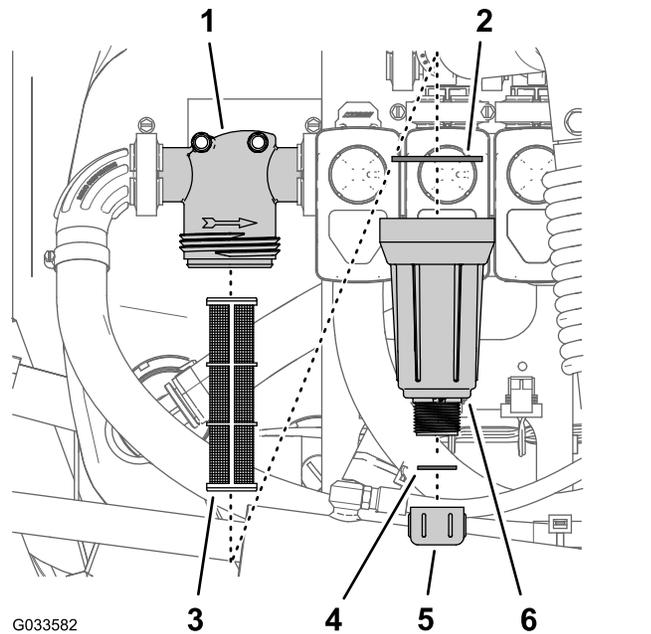

Bild 97
2. Stellen Sie eine Auffangwanne unter den Druckfilter (Bild 97).
3. Drehen Sie die Ablassschraube nach links und nehmen sie von der Glocke des Druckfilters ab (Bild 97).
- Drehen Sie die Glocke nach links und nehmen den Filterkopf ab (Bild 97).
- Entfernen Sie den Druckfiltereinsatz (Bild 97).
- Prüfen Sie die Dichtung für die Ablassschraube (in der Glocke) und die Dichtung für die Glocke (im Filterkopf) auf Beschädigungen und Abnutzung (Bild 97).
- Setzen Sie den Druckfiltereinsatz in den Filterkopf ein (Bild 97).
- Befestigen Sie die Glocke am Filterkopf und ziehen sie mit der Hand an (Bild 97).
- Befestigen Sie die Ablassschraube am Anschlussstück unten an der Glocke und ziehen sie mit der Hand an (Bild 97).